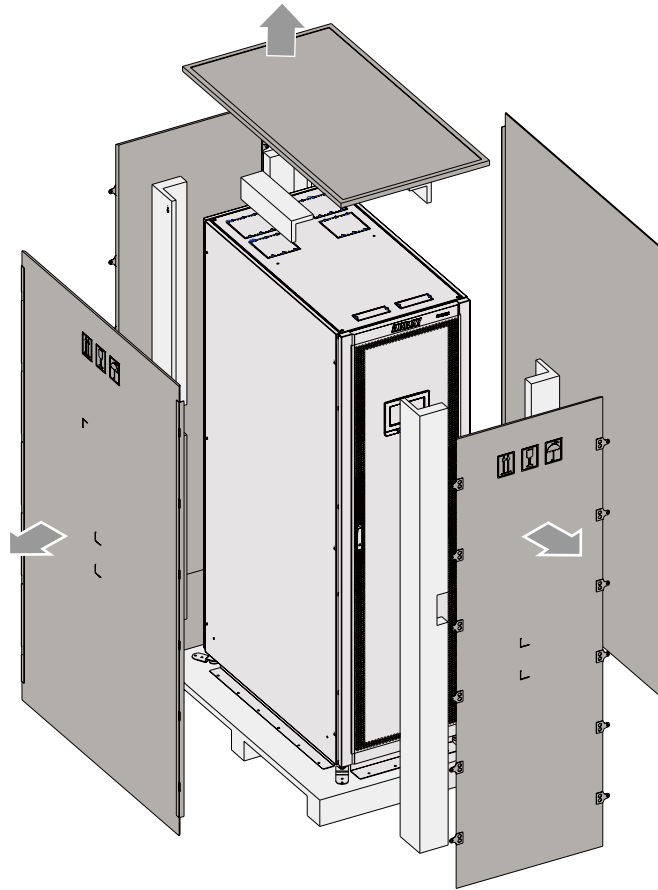

图4-1：UPS机柜包装拆卸
3. 使用钉锤撬开木箱四周的金属连接构件，移除木箱、缓冲材以及防潮袋（图 4-1）；